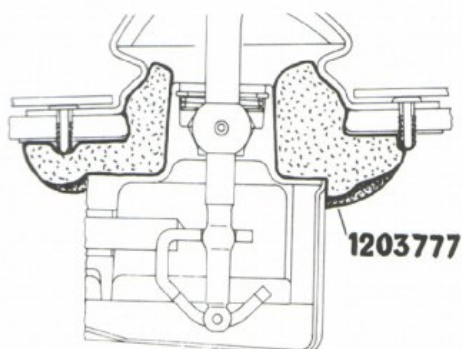

Bild 5
6. Placera skumplastisoleringen 1203 777-6 mellan växellådan och tunneln, om den inte redan är monterad (i produktion sedan v 351). Bild 5.